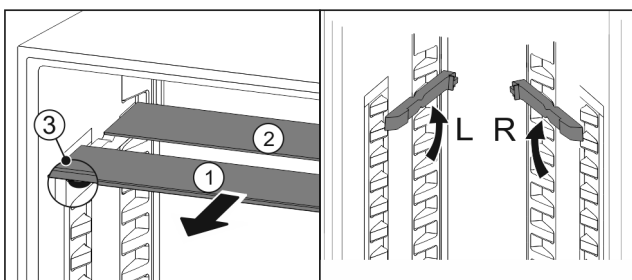

Fig. 59
- По одной извлеките Fig. 59 (1) стеклянные панели движением вперед.
- ▷ Стеклянная панель Fig. 59 (1) с декоративной планкой лежит спереди.
- ▷ Стопоры Fig. 59 (3) показывают вниз.